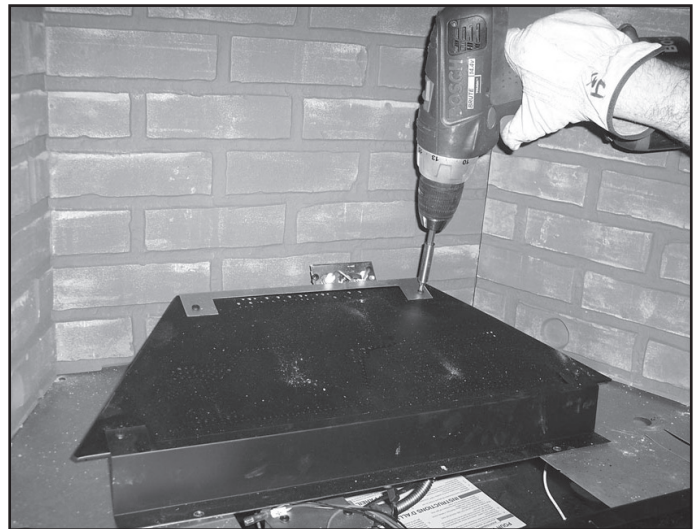

Figure 14.29 Retirez les vis qui fixent le support du brûleur arrière
- Retirez les deux vis qui fixent le support arrière du brûleur au bac du brûleur. Voir la figure 14.29.